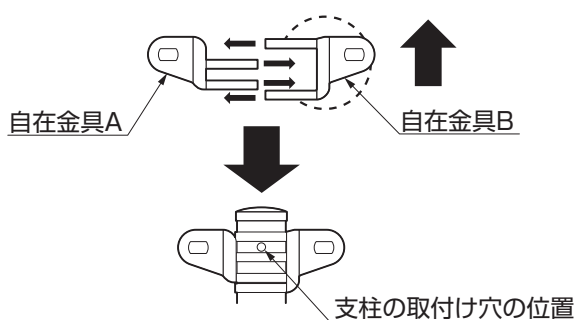
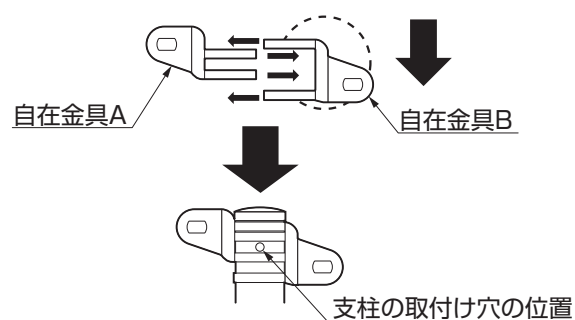

図7-3 傾斜が12.5°～16.5°の場合
図7-4 傾斜が16.5°～の場合
- 自在金具の組合わせ方は図7-3、図7-4を参照してください。